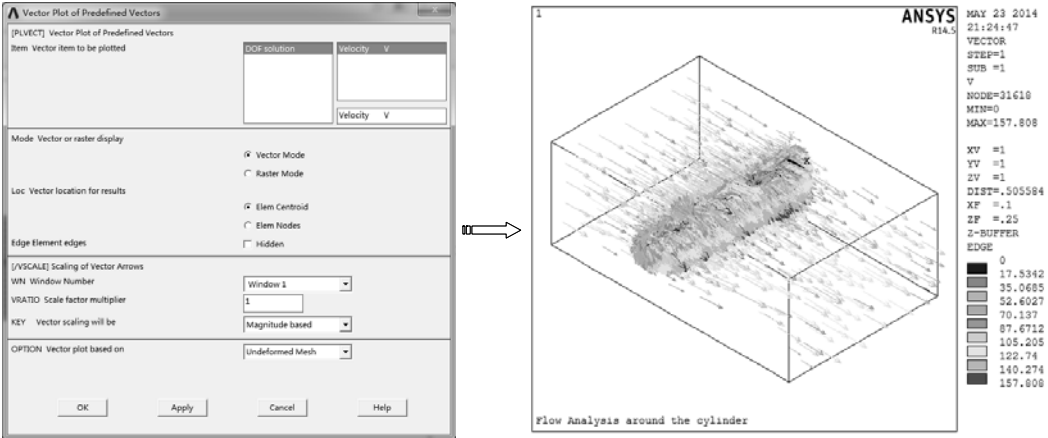

图 10-104 流场速度分布图
2) 绘制流场速度分布图。选择 “Main Menu>General PostProc>Plot Results>Vector>Predefined” 命令，弹出“Vector Plot of Predefined Vectors”对话框，选择“DOF solution>Velocity V”选项，单击 “OK” 按钮绘制流场速度分布图，如图 10-104 所示。